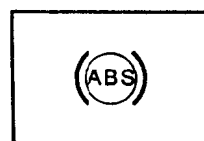

图 1-10 防抱死制动警告灯
(3) 防抱死制动警告灯(图 1-10)。在点火开关转至运行位置后,防抱死制动警告灯亮 7 秒。但在发动机起动后,如果防抱死制动警告灯亮的时间比正常时间长,应断开点火开关。在行驶中若该灯亮起并持续发亮,也应迅速停车并断开点火开关,然后再次起动发动机将系统重新设定。如果该灯仍然发亮或在行车中再度亮起,说明防抱死制动系统需要检修。此时车辆无防抱死制动效能,驾驶员应谨慎驾驶。